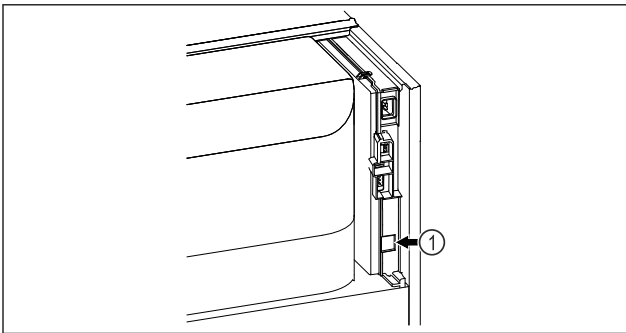

Fig. 83
- Założono SmartModule Fig. 83 (1).